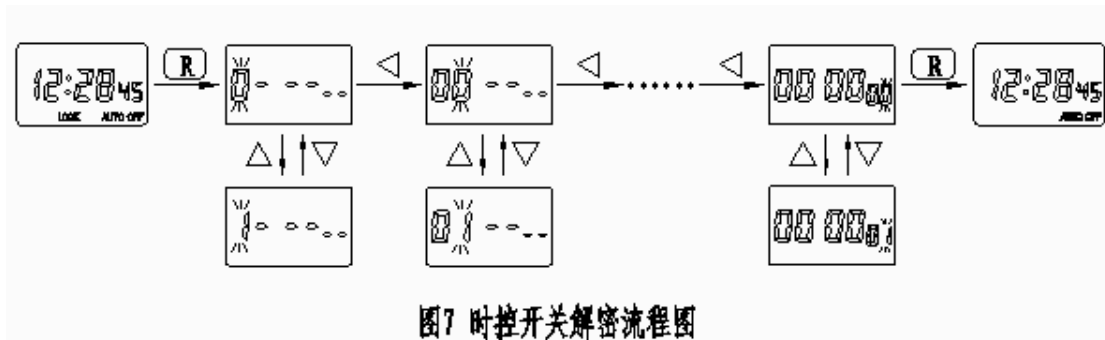

图7 时控开关解密流程图
4.2.1.1 按“+”、“-”键输入当前闪烁位的密码，设置完成后按“<”选择另一位，6位密码全部输入完成后按下“R”键，如密码正确则界面跳至解锁状态，此时屏幕左下角的LOCK标志消隐，用户可以进行操作，如密码输入错误则进入下一轮密码解锁，流程图见图7。在6位密码未输入完成时按下“R”键会直接跳回至按键锁定的时钟状态。